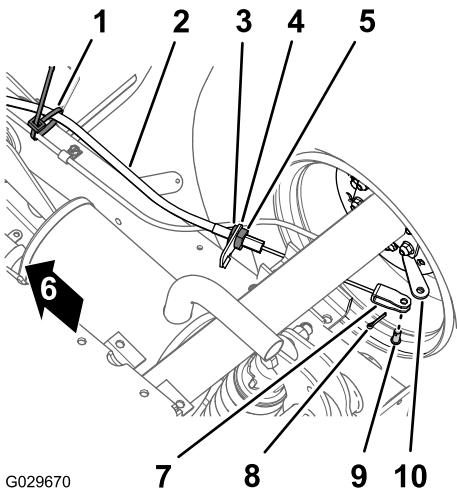

图 40
1. 在机器的底部取下将手刹拉索固定至行车制动拉索上的扎带 图 40。
2. 在手刹拉索前锁紧螺母上标记一个旋转条纹 图 40。
- 松开后锁紧螺母然后从刹车拉索支架上取下拉索 图 40。
- 卸下将手刹拉索 U 形销固定至刹车制动杆上的开口销和柱销将拉索与制动杆分开 图 40。
1. 将手刹拉索的螺纹调节器放置到刹车拉索支架并将 U 形销放置到刹车制动杆上图 40。
3. 将手刹拉索的螺纹调节器与刹车拉索支架对齐然后拧紧后锁紧螺母图 40。